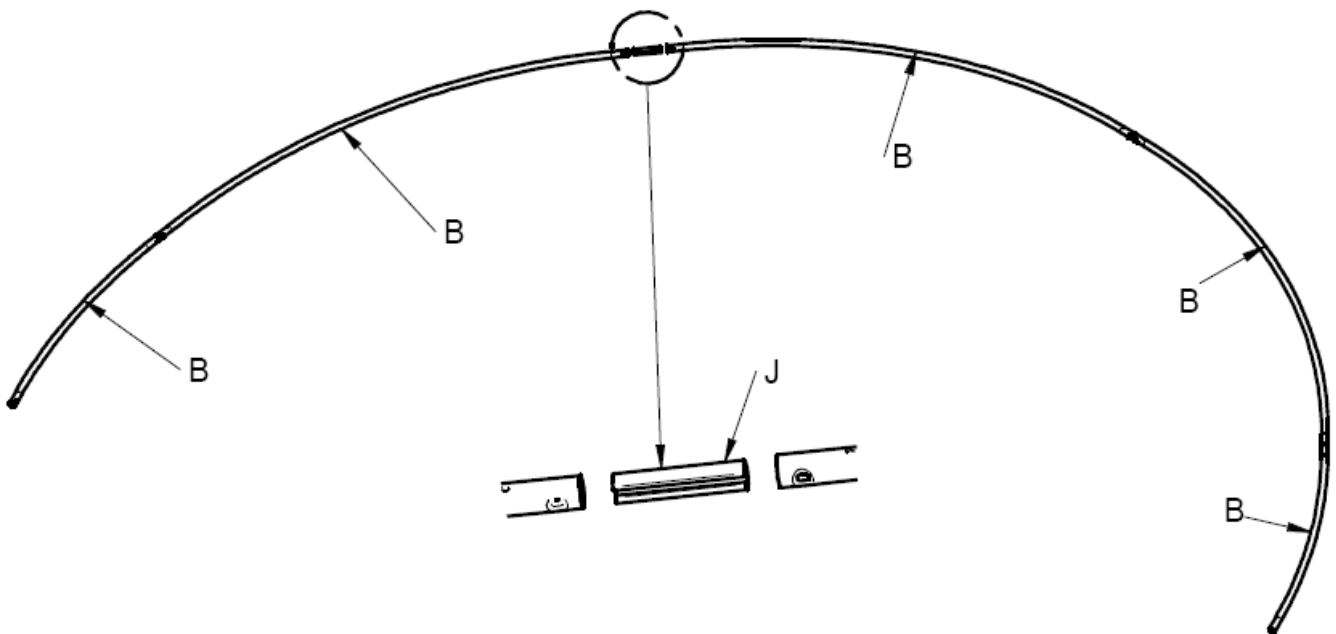

Abbildung 9
Es sind die Bügel mit einem Durchmesser von 20 mm zusammenzubauen. Die Bügel werden durch die innerhalb der Abdeckplane befestigten Schlaufen durchgezogen (für einen Bügel sind 5 Teile des Bügels B einzusetzen), mit den Verbindungsstücken zu verbinden (J), (Abb. 9) und schließlich in das Gelenk mit dem Laufrad einzustecken (Abb. 10). Das Detail wird in der Bilderbeilage angeführt, Abbildung E.